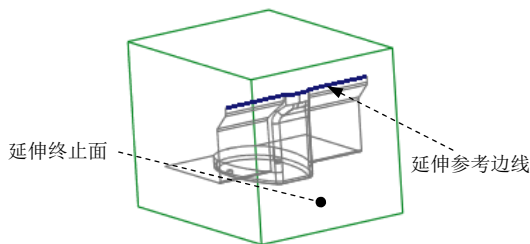

图 26.13 延伸参考边线
(1) 选取图 26.13 所示的复制曲面的边线。
(2) 单击 **分型面** 功能选项卡 **编辑** ▾ 区域中的  延伸按钮, 此时出现 **延伸** 操控板。
(3) 选取延伸的终止面。在操控板中按下  按钮, 选取图 26.13 所示的坯料表面为延伸的终止面。
(4) 在 **延伸** 操控板中单击  按钮。完成延伸曲面的创建。